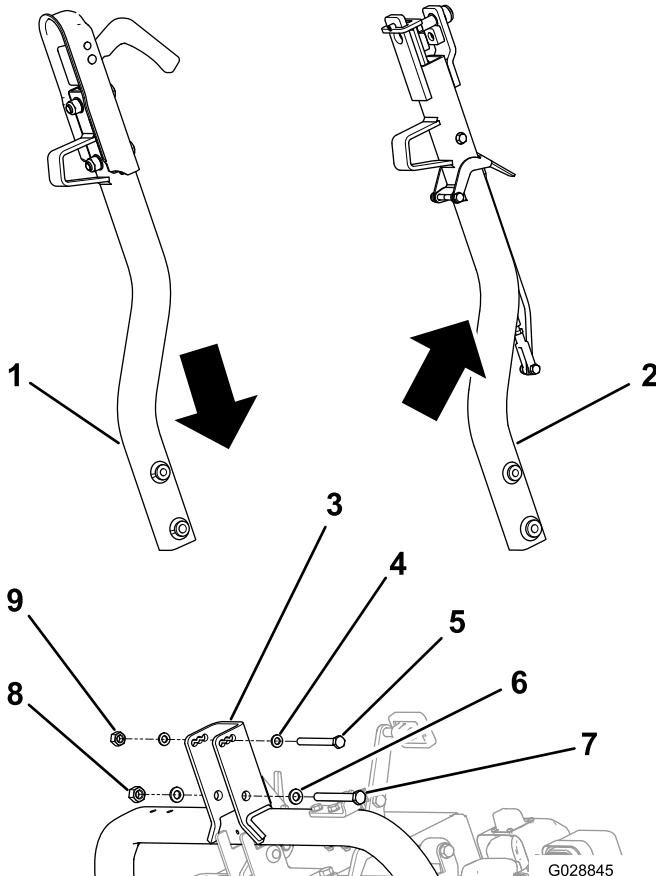

Figura 1
- Retire los tornillos, arandelas y tuercas que sujetan el enganche existente y desmóntelo (Figura 1).